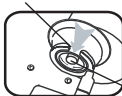

Fig. 2 Guia a válvula
3. Abra a tampa do cartucho e insira o cartucho, com a cabeça voltada para frente, de forma que o entalhe fique voltado para cima e alinhado com a guia da válvula (fig. 2).